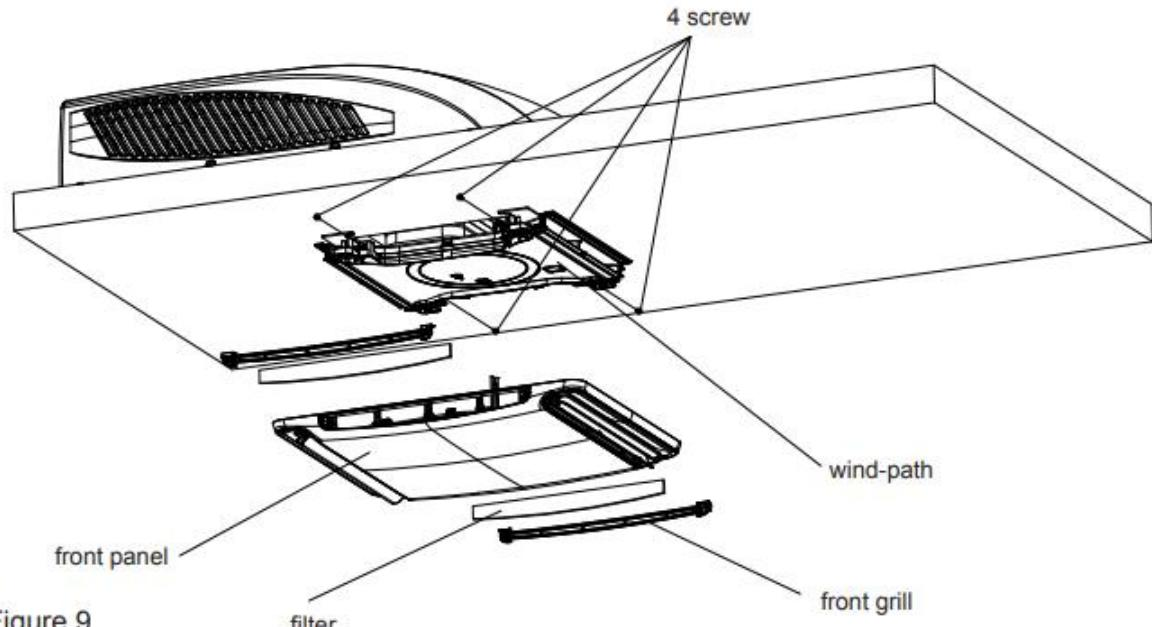

Figure 9
2. Befestigen Sie das Deckengitter mit 4 Schrauben am Windkanal der Deckenmontage. (siehe Abbildung 9).